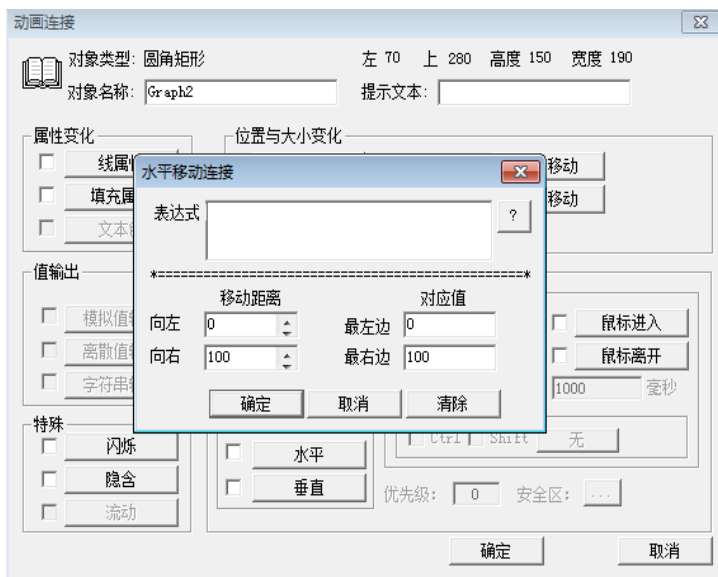

图7.68 水平移动动画连接
- ◇ 当鼠标箭头向左移动到左边界后，单击鼠标左键，鼠标形状变为向右的箭头，表示当前定义的是运行时图素由起始位置向右移动的距离，水平移动鼠标，箭头随之移动，并画出一条移动轨迹线，当到达水平移动的右边界时，单击鼠标左键，弹出水平移动动画连接对话框。如下图 7.68 所示。